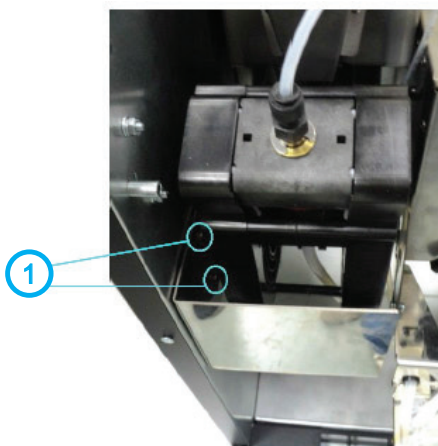

Рисунок 4.4
4. установите в автомат отбойник (см.рис.4.4 поз.1), расположенный на левой внутренней стенке корпуса автомата ниже группы эспрессо.